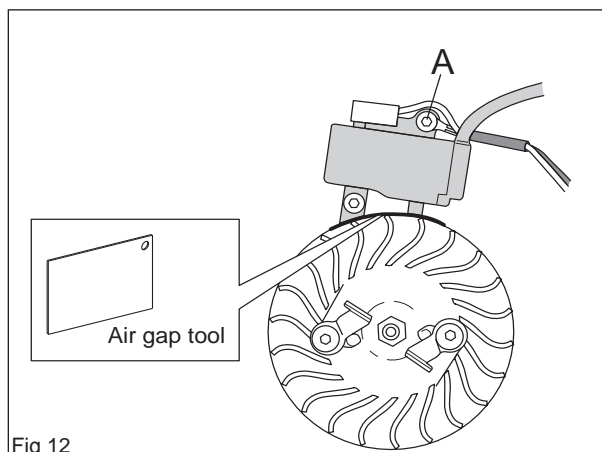

Fig 12
Tourner le rotor volant magnétique afin que les aimants se placent au milieu du module d'allumage. Monter en même temps le module d'allumage et le calibre en plastique (502 51 34- 02) sans serrer les vis. Brancher le câble de terre (noir) (A). Régler la distance entre le module d'allumage et l'aimant sur 0,3 +/- 0,1 mm. Cette mesure concerne les deux ergots inférieurs du module d'allumage. Serrer les vis au couple de serrage de 4,5- 6 Nm. Brancher le câble bleu sur le module d'allumage (voir la figure 12).